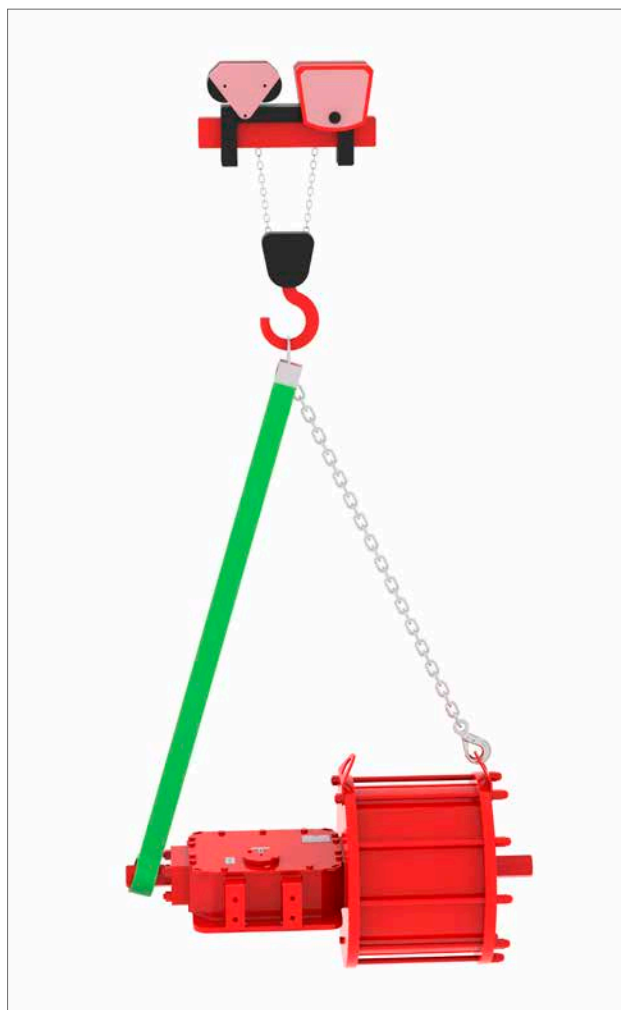

Fig 7.2 Løft (dobbeltvirkende aktuator op til størrelse 130)
- I tilfælde af dobbeltvirkende aktuator, fastspænd en dobbelt kædeslynge på løftestangen på den pneumatiske cylinder og en tekstilslynge på midterlegemets lukkeflange som vist i Fig 7.2